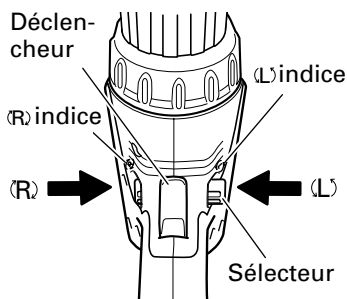

Fig. 12
La mèche tourne dans le sens horaire (vu de l'arrière) quand on appuie sur côté-R du sélecteur. En appuyant sur côté-L du sélecteur la mèche tourne dans le sens anti-horaire. (Voir Fig. 12) (Les repères (L) et (R) sont marqués sur le corps.)